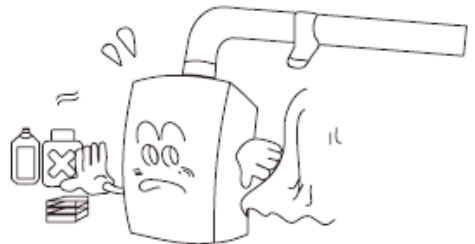

Figura 5.3
- Non installare lo scaldabagno in luoghi in cui sono utilizzate sostanze chimiche speciali come lavanderie, laboratori ecc. Questo potrebbe causare la formazione di ruggine e ridurre la vita della caldaia o impedirne il normale funzionamento (Figura 5.3).